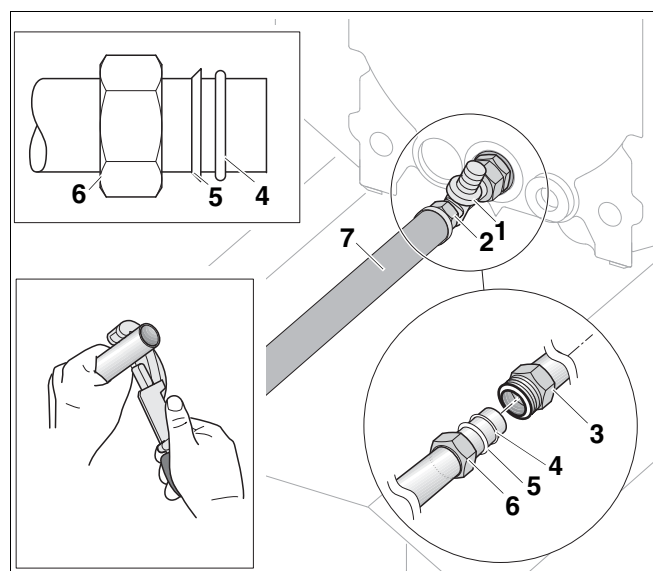

Fig. 9 Monte la conexión bicono en la tubería de conexión RS
- Deslice la tuerca (fig. 9, [6]), el bicono (fig. 9, [5]) y la junta tórica Ø 26 x 3 (fig. 9, [4]) sobre la tubería de conexión RS horizontal (en su caso, cortada a medida) (fig. 9, [7]).
- Atornille la pieza de conexión (fig. 9, [3]) con la junta colocada (fig. 9, [2]) a la salida trasera de la pieza en T (fig. 9, [1]; incluida en el volumen del suministro de la caldera).
- Deslice la tubería de de conexión RS (fig. 9, [7]) con la tuerca (fig. 9, [6]), el bicono (fig. 9, [5]) y la junta tórica (fig. 9, [4]) en la pieza de conexión (fig. 9, [3]) y atornillelo (al apretar la tuerca, sujetarlo contra la pieza de conexión).